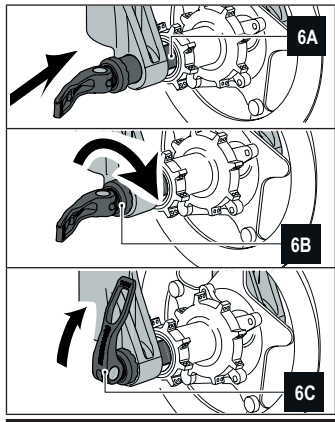

Рис. 6
- Установите колесо таким образом, чтобы ось совпала с крепежами вилки (См. 6А Рис. 6).
ложении OPEN до упора, но не затягивайте. (См. 6B Рис. 6). Закручивая эксцентрик, не используйте рычаг для затягивания.
- Закручивая ось, старайтесь установить рычаг оси таким образом, чтобы он не мешал движению (ни за что не цеплялся) (См. 6C Рис. 6).